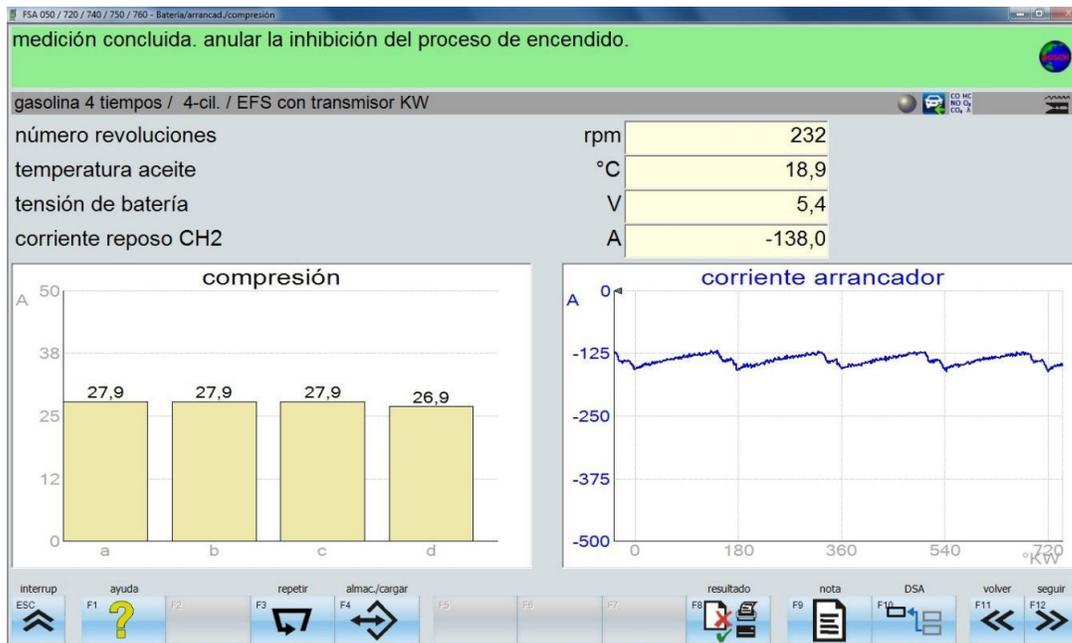

Imagen 23
- En la parte derecha de la imagen 23 se puede visualizar la gráfica “**Corriente arrancador**” con el trazado de la corriente del motor de arranque en función del ángulo del cigüeñal.
- En la parte izquierda de la imagen 23 se puede visualizar los resultados de compresión de cada cilindro en forma de barras sin asignación (a, b, c, d).